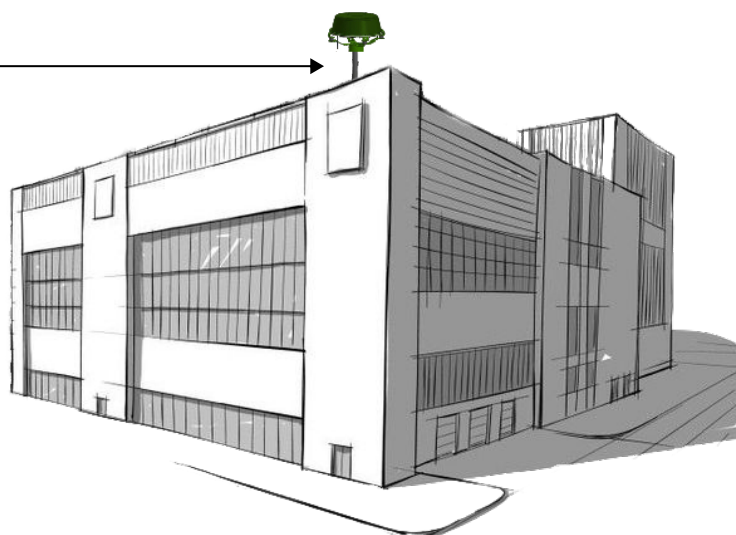

рисунок 3
- на крышах охраняемых стационарных объектов монтаж осуществляется на устойчивую опору, возможна установка на переносную стойку-треногу с металлическим установочным кронштейном (рисунок 3).